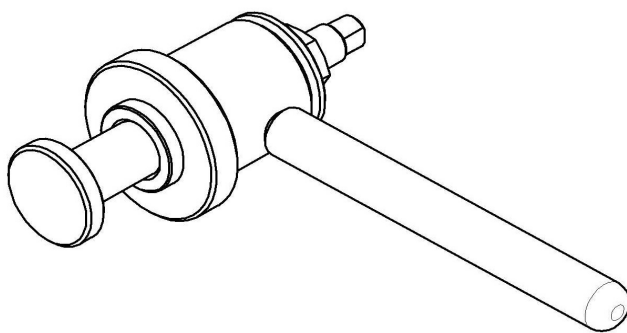

Рис. 27. Приспособление для запрессовки манжет.
- используя приспособление для запрессовки манжет (рис. 27) установить манжету 1;